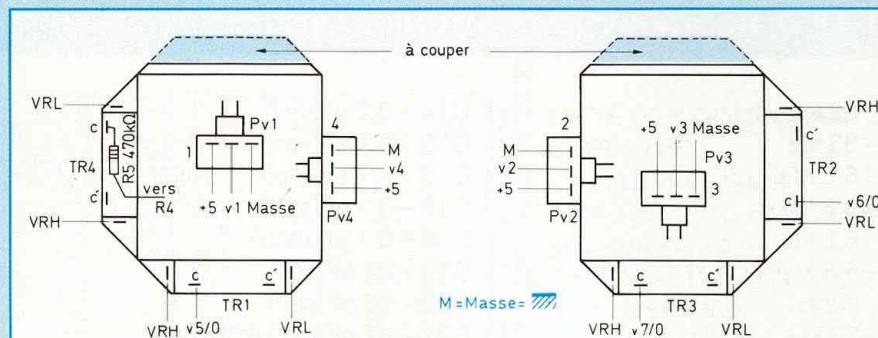

Fig. 23 : Branchement des manches.
– Le câblage des manches est assez délicat : voir figure 23.